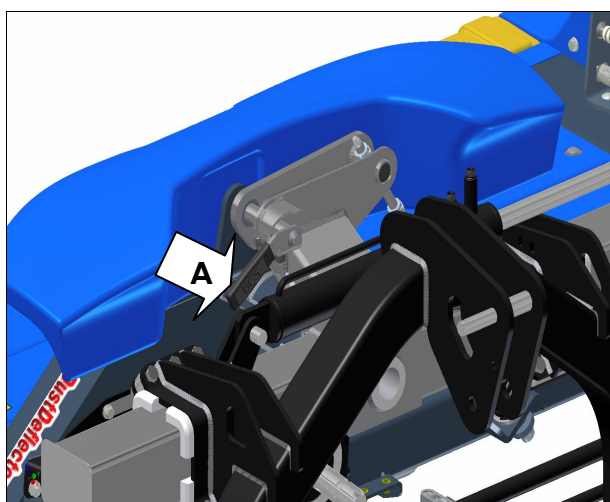

fig.7
- Per consentire l'oscillazione trasversale della barra durante le fasi di lavoro, ruotare la leva **A** in senso orario di 180° (fig.7).
- To enable the transverse oscillation of the bar during work stages, rotate lever **A** in a clockwise direction by 180° (fig. 7).
- Pour permettre l'oscillation transversale de la barre pendant les phases de travail, tourner le levier **A** en sens horaire de 180° (figure 7).
- Para permitir la oscilación transversal de la barra en las diferentes fases de trabajo, girar la palanca **A** 180° en sentido horario (fig.7).
- Um eine Querschwingung des Mähbalkens während der Arbeitsphasen zu ermöglichen, ist der Hebel **A** um 180° (Abb.7) zu drehen.